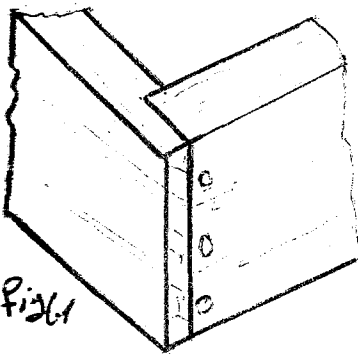

Fig 1
- Fig 1 { avec tourillons / vissees ou boulés